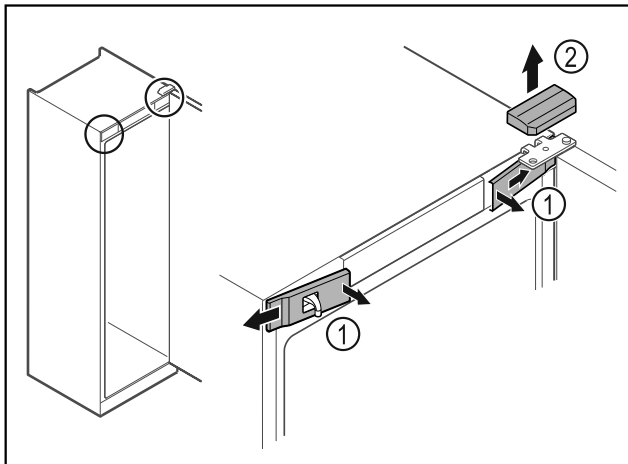

Fig. 11
- Disinnestare le coperture anteriori Fig. 11 (1) dall'interno ed estrarle lateralmente.
- Rimuovere la copertura superiore Fig. 11 (2) sollevandola verso l'alto.